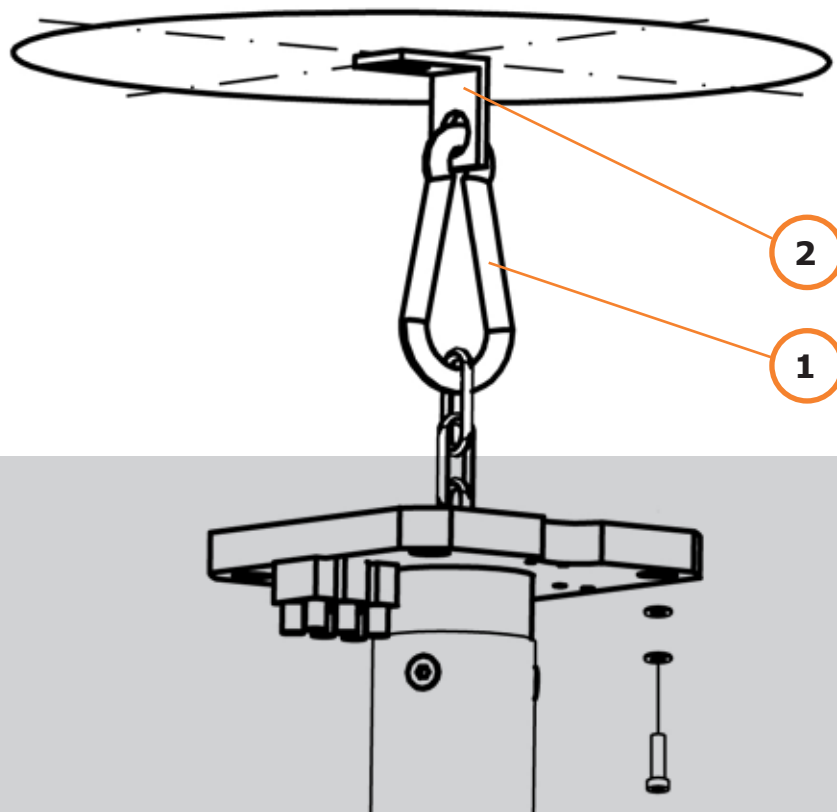

Abb. 14
Sichern Sie die Kette mit dem angebrachten Karabiner (1/Abb. 14), um zu verhindern, dass sie in das Stativ fällt.
6.1.1 Befestigen Sie den Sicherungsanker (2/Abb. 14) an der Decke unter Verwendung des vom Bauingenieur vorgegebenen Montagezubehörs.
6.1.2 Halten Sie das Stativ nach oben und bringen Sie den Karabiner (1/Abb. 14) am Sicherungsanker an (2/Abb. 14).
6.1.3 Sobald die Kette am Sicherungsanker befestigt ist (2/Abb. 14), schieben Sie das Stativ leicht nach oben und drehen den Karabiner (1/Abb. 14), um sicherzustellen, dass der kleine Durchmesser des Karabiners in den Sicherungsanker eingehängt wird.